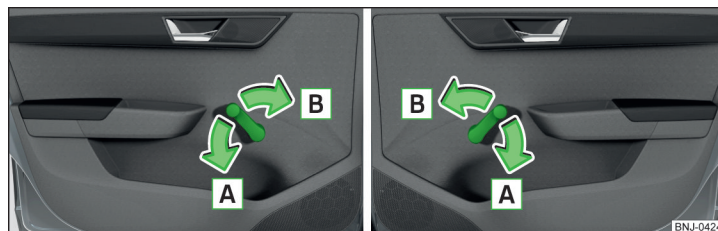

Fig. 51 Operación de las ventanas: izquierda/derecha
- Para **abrir**, girar la manivela en el sentido de la flecha **A** » fig. 51.